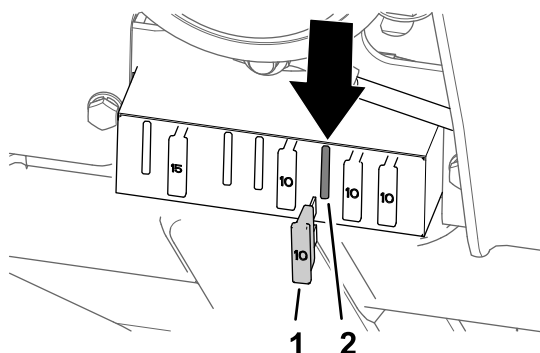

Figura 25
2. Instale el fusible en la ranura en el bloque, situado en la tercera posición desde la derecha (Figura 25).